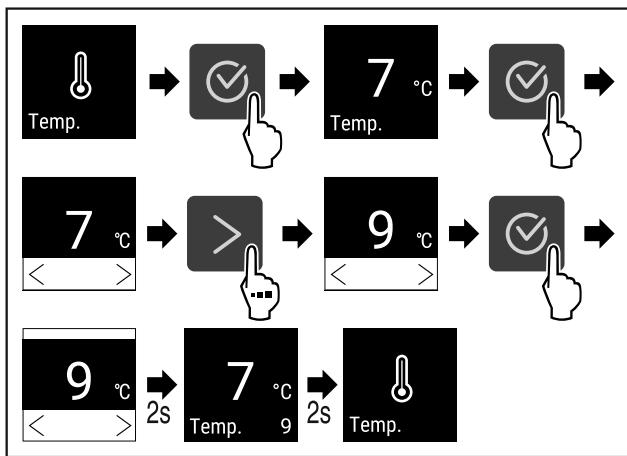

Fig. 67 Зміна температури від 7°C до 9°C
- Провести етапи операцій (див. Fig. 67) .